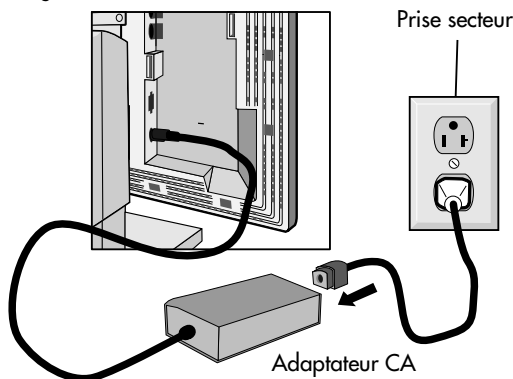

Figure E.1
- Connectez une extrémité du câble d'alimentation sur l'adaptateur et l'autre extrémité sur la prise secteur (**figure E.1**).
- Mettez votre moniteur (**figure E.1**) et votre ordinateur sous tension.